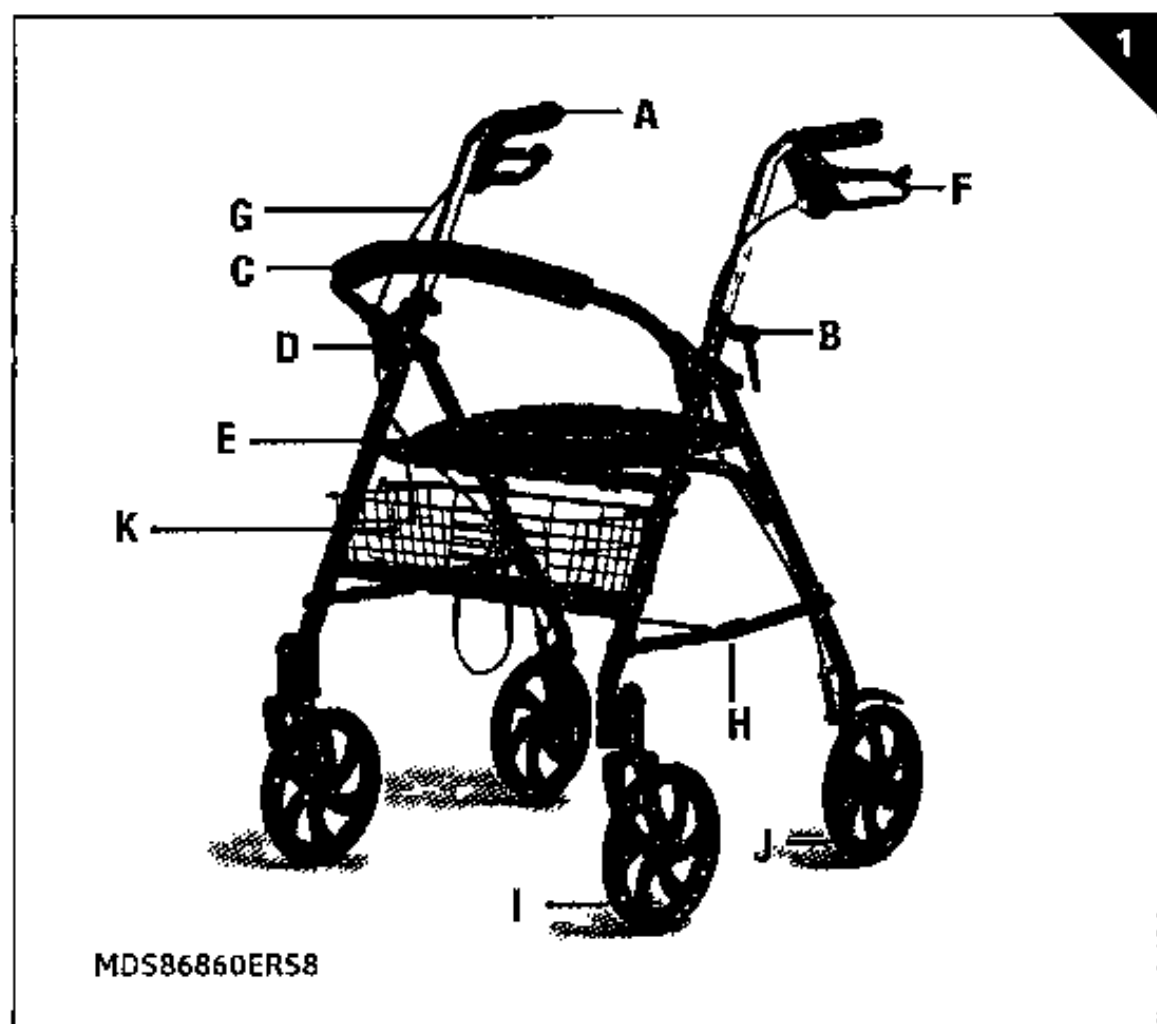

Figura 1: Andador montado
1. Retire con cuidado los componentes del andador de la caja de envío. Consulte el diagrama (**Figura 1**) según sea necesario.